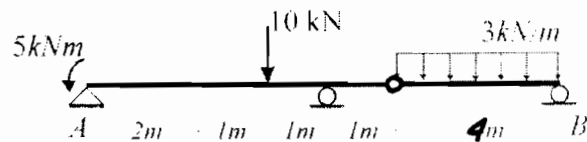

Figure 2
2. Draw the shear force and bending moment diagrams for the beam in Fig. 2 (30 points).
2. Tracez les diagrammes d'efforts tranchants et de moments fléchissants pour la poutre de la Fig. 2. (30 points)